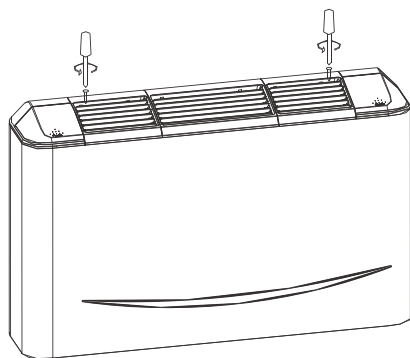

рис. 1
5. Снимите наружную крышку термостата (рис. 1).